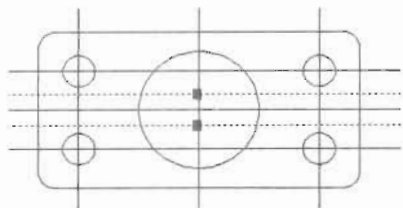

图 15-52
(6) 再将中间的水平辅助线向上下方向各偏移 4 个单位, 如图 15-52 所示, 命令执行过程如下。